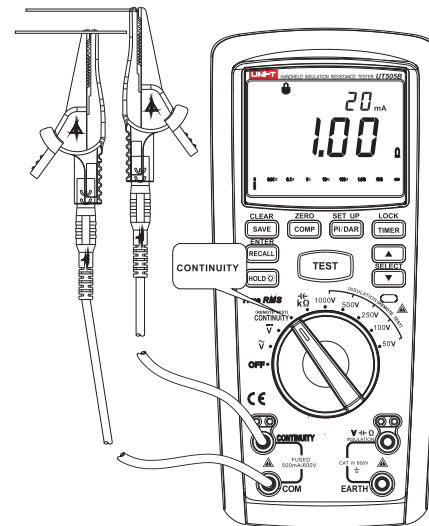

图6
3、CONTINUITY测量(见图6)
- ① 将红色表笔插入"CONTINUITY"插孔(红色孔),黑色表笔插入COM插孔(黑色孔)。
- ② 将转盘开关旋转至"CONTINUITY"档位,并将表笔并联到待测电路中。
- ③ 按下"TEST"按钮,显示屏显示测量值。
- ④ 在测量过程中如果想保存测量电压值只需按下"SAVE /CLEAR"按键即可保存。
- ⑤ 为了保证测量准确度,测量前需对仪表表笔做归零,目的是去除表笔带来的误差;具体操作为先将两表笔的鳄鱼夹短路,按下"TEST"按键后,屏幕读数显示低于 2.00Ω 的电阻值,再长按"COMP/ZERO"3秒钟,屏幕左上角显示"ZERO"符号,并且屏幕读数显示为" 0.00Ω "表示归零成功。在测试中,若保险丝失效仪表屏幕会显示"FU FAIL"警告字符并停止测试,提示用户保险丝已坏,请更换保险丝后再使用。
- ⑥ 若想打开蜂鸣功能(当测试值 $\leq 30\Omega$ 时,蜂鸣器会长叫),请在SET UP功能中设置,LCD显示"bu ON"或"bu OFF"通过上下键切换成OFF按ENTER键关闭蜂鸣功能,切换到ON按ENTER键开启蜂鸣功能。在蜂鸣功能使用时请确定关闭了比较功能。